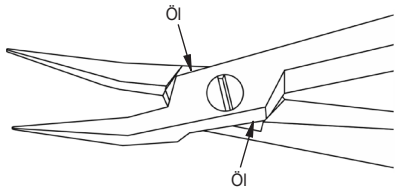

Abb. 4
- Bringen Sie das Instrumentenöl punktuell auf die zu öhlende Fläche auf (siehe Abb. 4).